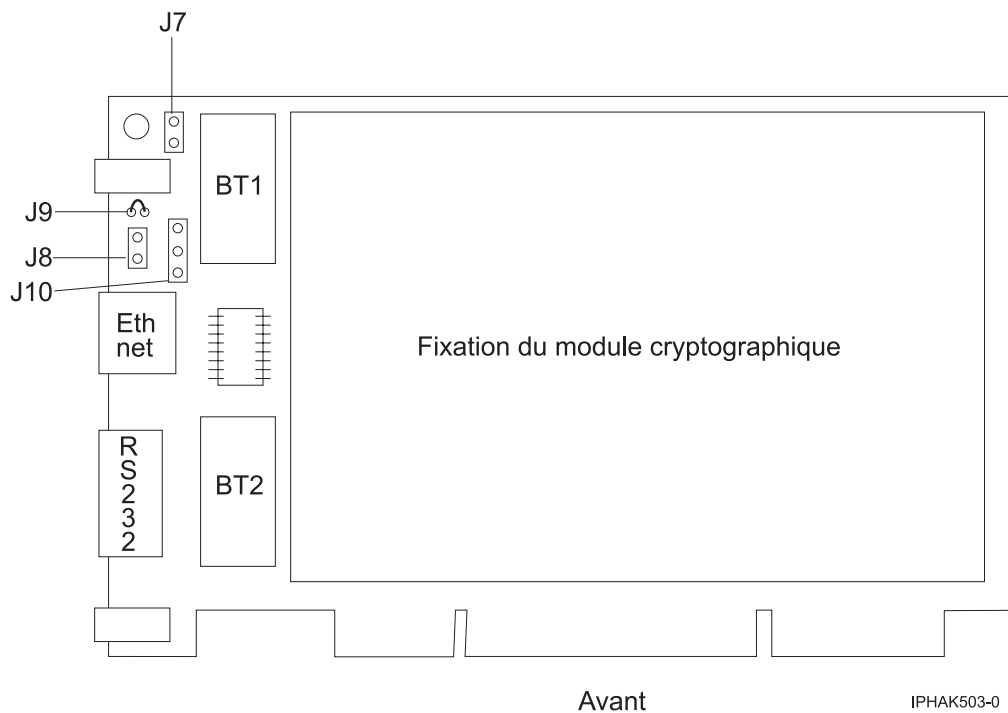

Figure 40. Recto de l'adaptateur
6. Insérez l'une des nouvelles batteries dans le bloc de batteries fourni avec le kit. Alignez le + de la batterie avec le + du bloc de batteries (l'extrémité avec le câble rouge). Connectez les câbles du bloc au connecteur J10 situé près du port série RS-232, comme illustré dans la figure 40, à la page 144. Le connecteur est polarisé pour garantir un branchement correct.